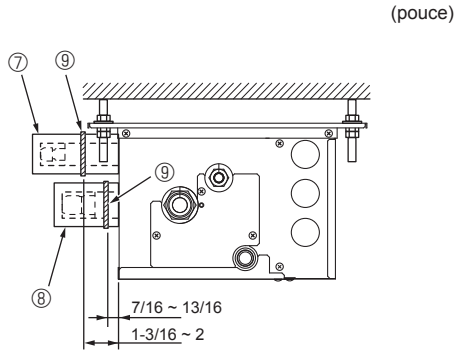

Fig. 7-4
- Ⓣ Sangle ⑨
- Ⓢ Cache-tuyaux ③ ④ ⑤ ⑥
- ⑨ Tuyau de réfrigérant
► Appliquer les procédures suivantes aux composants du boîtier de dérivation qui ne sont pas raccordés à un appareil intérieur. (Fig. 7-4)
(1) Afin d'éviter toute fuite de réfrigérant, veiller à serrer les raccords coniques conformément aux couples de serrage indiqués* dans le Tableau 3.
(2) Afin d'éviter tout phénomène de condensation, poser les cache-tuyaux ⑦ ⑧ et les fixer à l'aide des sangles fournies ⑨.